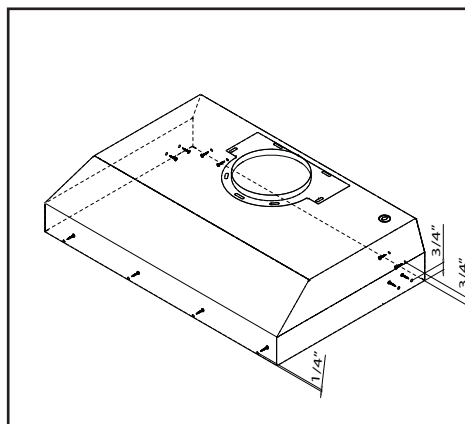

FIG. 3
4. Soulevez le boîtier jusqu'à l'ouverture sous l'armoire et fixez-le à l'intérieur de l'armoire à l'aide des huit (8) vis #8 x 1/2" en acier inoxydable; (4) vis à l'avant et (4) vis sur les côtés et (4) vis à l'arrière. FIG. 3.